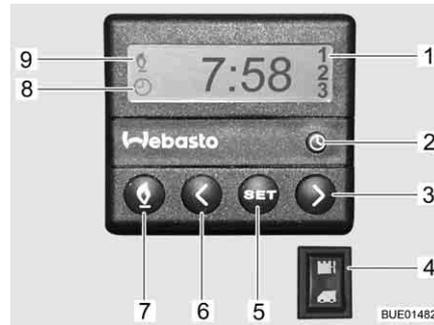

Fig. 176 Unidade de comando para o aquecimento auxiliar
- Prima a tecla (Fig. 176,7). O modo de aquecimento é mostrado por este símbolo (Fig. 176,9). A ventoinha só é também ligada a uma temperatura da água de refrigeração de 30 °C.
- Prima a tecla (Fig. 176,7). O símbolo (Fig. 176,9) apaga-se.
- Prima o interruptor (Fig. 176,4) em baixo. O motor é pré-aquecido. A ventoinha é imediatamente ligada adicionalmente.
- Prima o interruptor (Fig. 176,4) em cima. O motor mantém-se frio.
- Prima a tecla (Fig. 176,2). O acerto da hora é mostrado por este símbolo (Fig. 176,8).
- Com as teclas (Fig. 176,3 e 6), acerte a hora.
- Prima a tecla (Fig. 176,5).
- Dentro de 10 segundos, acerte o tempo de ligação com as teclas (Fig. 176,3 e 6).
- Prima tantas vezes a tecla (Fig. 176,5) até ser mostrado no display o número pretendido do programa (Fig. 176,1).